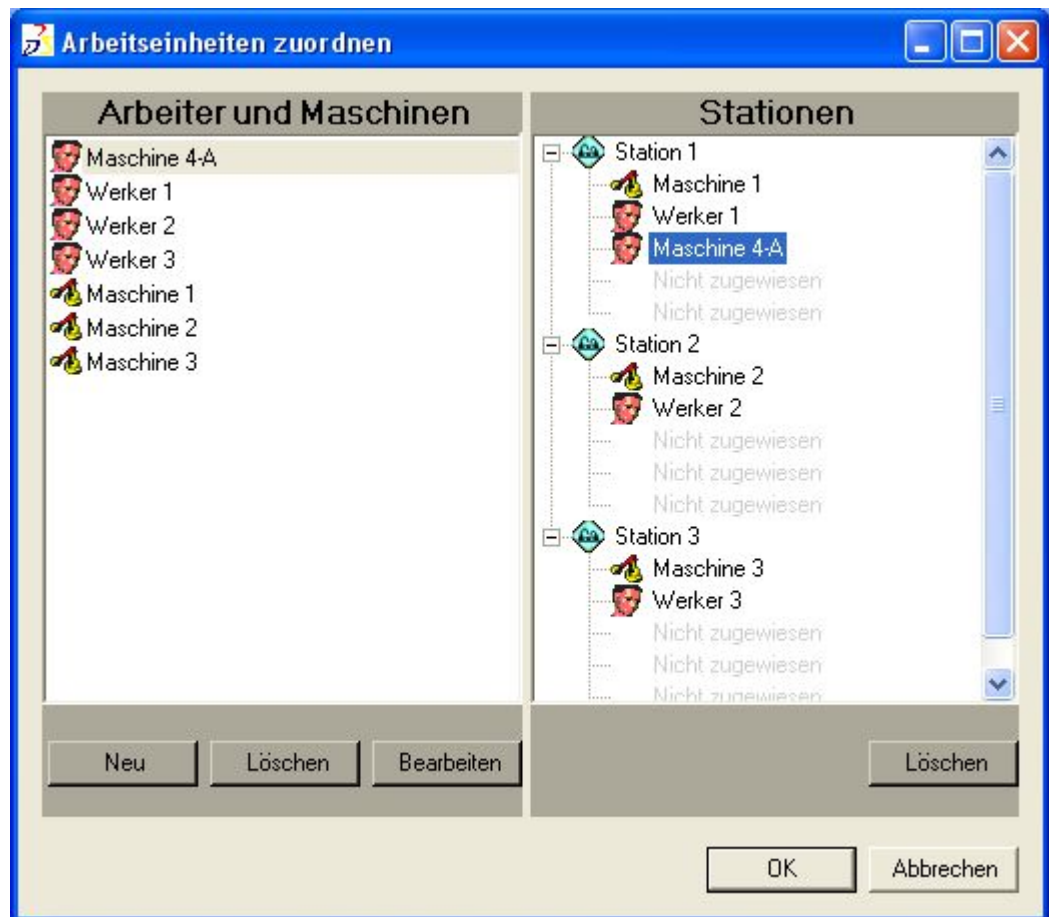

Abbildung 145: Fensterbereich Stationen – Button Löschen
- Im ersten Schritt löschen Sie die Verknüpfung der **Maschine-4A** – siehe Abbildung 145.